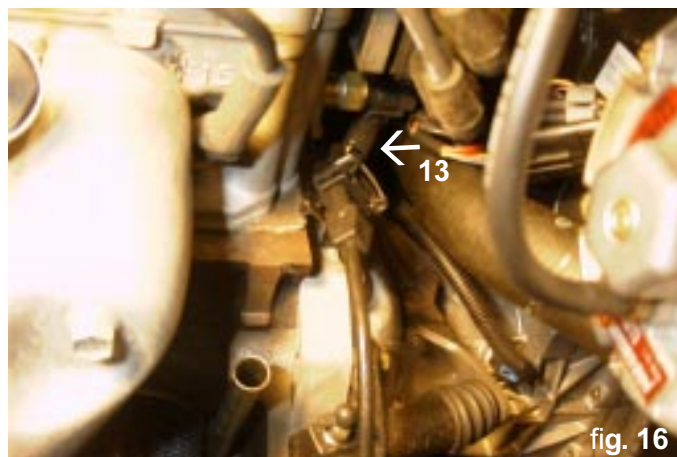

fig. 16
13. **Krukassignaal.** Sluit de signaaldraden aan op de 3-polige connector aan de linkerkant van het motorblok achter de oliepeilstok. De zwarte signaaldraad aansluiten op de blauw/witte draad (pos.1). De bruin/zwarte draad aansluiten op de geel/zwarte draad (pos.2). Zie fig. 16.